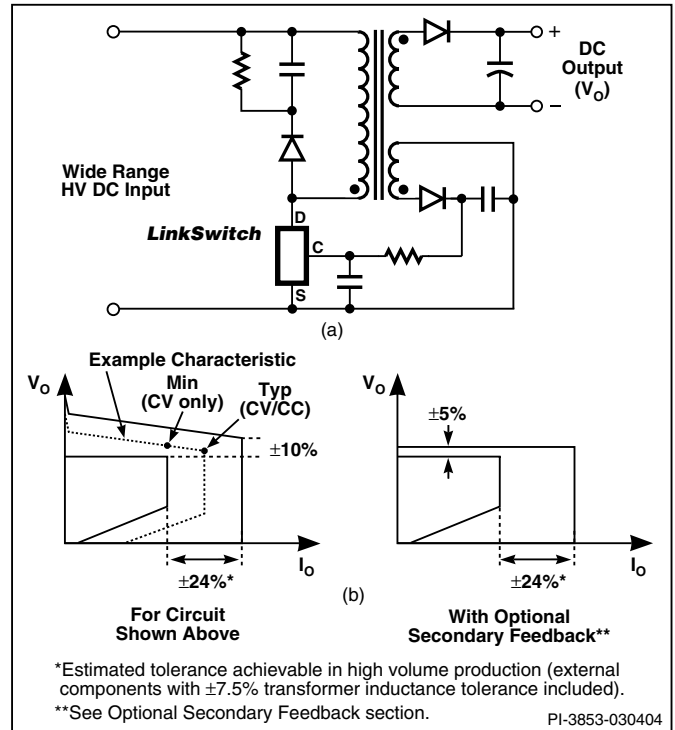

图1. (a)典型应用 — 非简化的电路(b)输出特性容差范围
2. 参见图1(b)，最小值（恒压设计）和典型值（恒压 / 恒流充电器设计）分别对应图中输出特性曲线上标注的功率点。